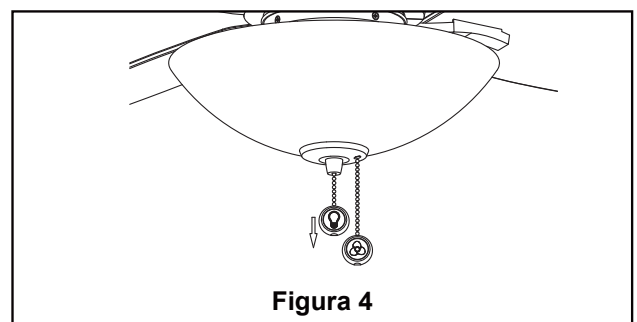

Figura 4
2. Levante cuidadosamente el ventilador y coloque el ensamble de la bola para colgar/varilla en la abrazadera para colgar que acaba de fijar a la caja de salida. Asegúrese de que la ranura de la bola esté alineada con la lengüeta de la abrazadera para colgar. (Figura 4)
Comprobar el funcionamiento de la luz hacia abajo tirando suavemente de la cadena del tirón luz. (Figura 4)